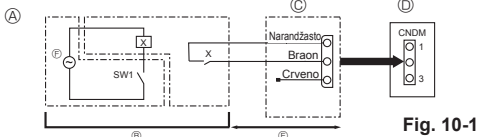

Fig. 10-1
10.1. Režim niskog nivoa buke (izmena na mestu ugradnje) (Fig. 10-1)